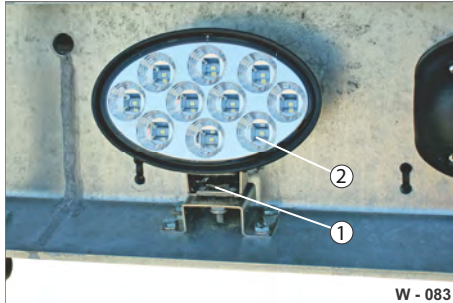

Abb. 81 Arbeitsleuchte außen am Heck
- ▶ Lösen Sie die Befestigungsschraube (Abb. 81/1).
- ▶ Entnehmen Sie die LED-Leuchte (Abb. 81/2).